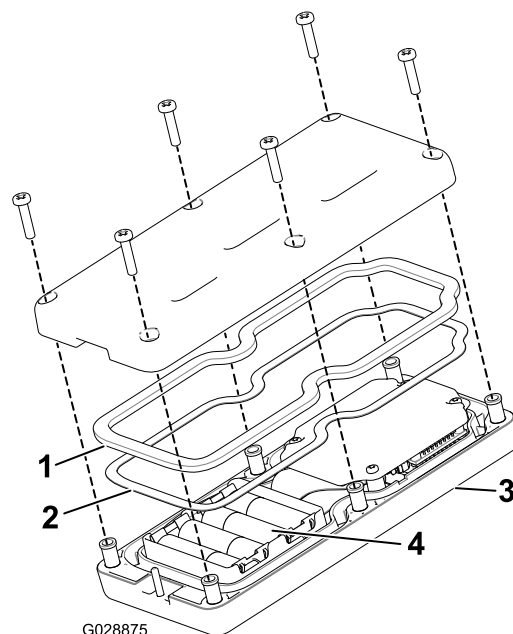

Figure 18
3. Veillez à bien engager le joint en acier et le joint en caoutchouc dans la gorge de la télécommande puis remettez le couvercle arrière en place (Figure 18).
4. Fixez le couvercle avec 6 vis (Figure 18) serrées à un couple de 1,5 à 1,7 N·m.
2. Placez les piles dans l'emplacement du logement en respectant la polarité. (Si les piles ne sont pas installées correctement, la télécommande ne sera pas endommagée, mais elle ne fonctionnera pas). Les marquages de polarité sont gravés sur le logement pour chaque borne (Figure 18).